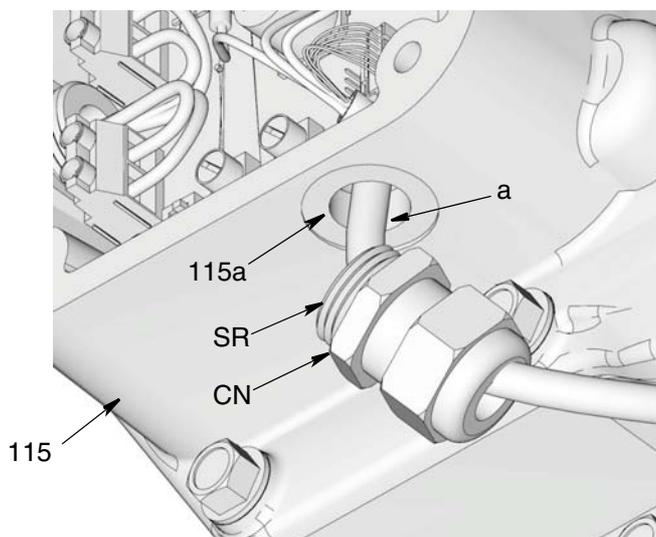

Рис. 58
- Заправьте жгут проводов электродвигателя (а) через отверстие для втулки разгрузки натяжения (115а) в корпус (115) (Рис. 58).